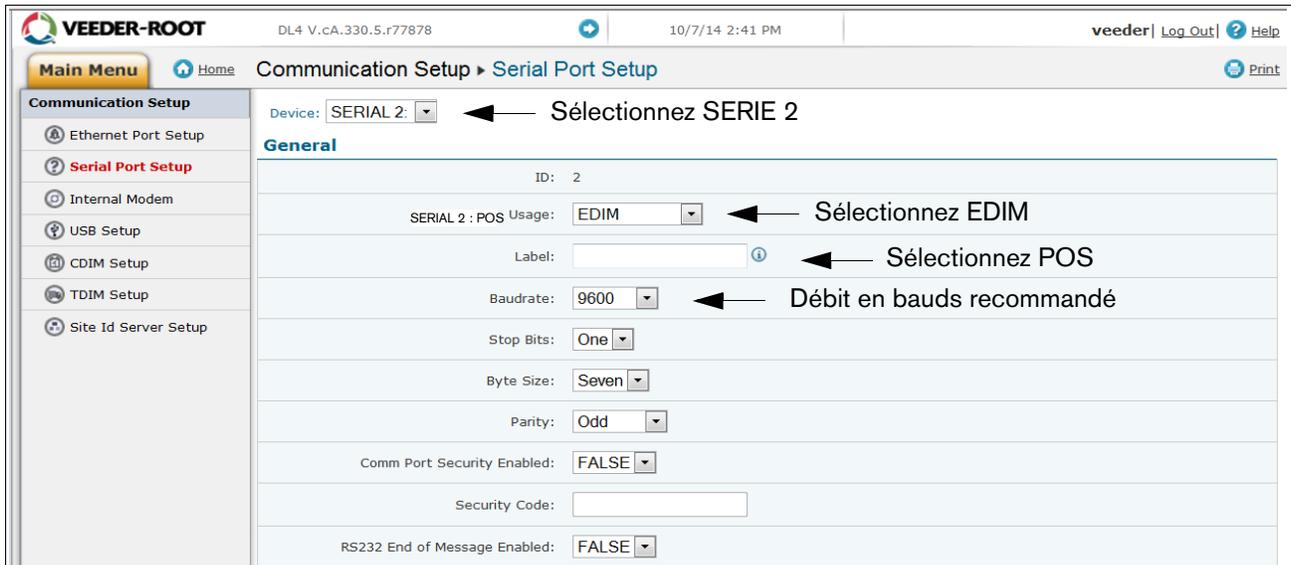

Figure A-5. Réglage des ports série, SERIE 2- POS
8. Cliquez sur « Réglage des ports série » (1), et dans le champ « Dispositif », sélectionnez « SERIE 2 : ». Utilisez cette connexion pour la connexion au point de vente, et entrez « POS » pour l'Etiquette. Définissez les bons paramètres de communications pour le point de vente à l'aide des menus déroulants. Cliquez sur le bouton « Enregistrer » pour conserver ces paramètres (voir l'exemple à la Figure A-5.).